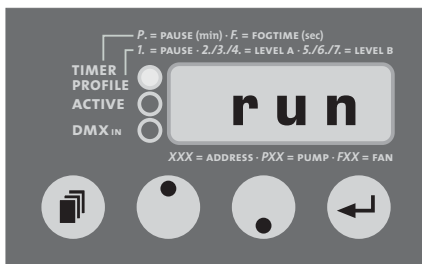

Abb. 8: Start des Profils
- Drücken Sie die Mode-Taste [14], bis auf dem Display „run“ erscheint (Abb. 8).